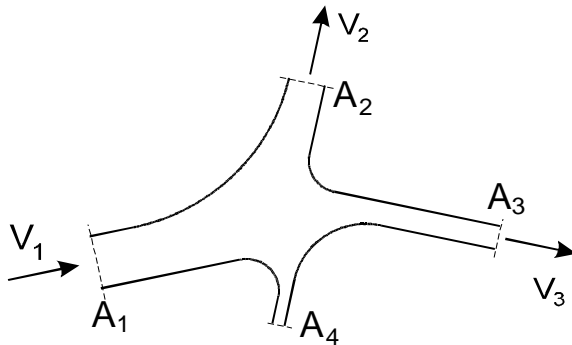

Fig. 6: Junção de tubulações
9. Um fluido incompressível escoar em regime permanente na junção de tubulação ilustrado na Fig. 6. Qual é a magnitude e orientação da velocidade  $V_4$ ?